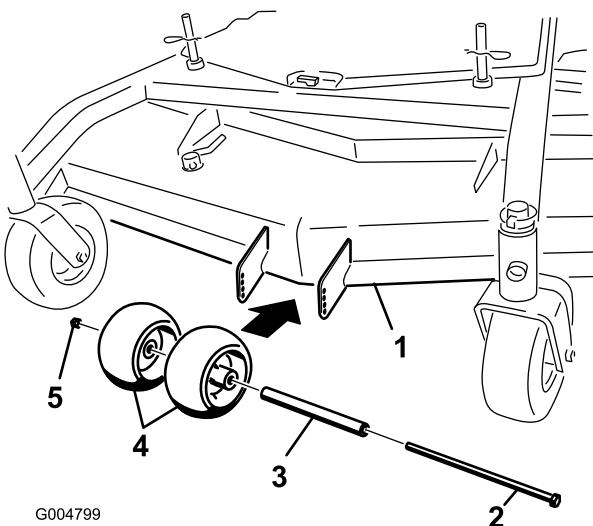
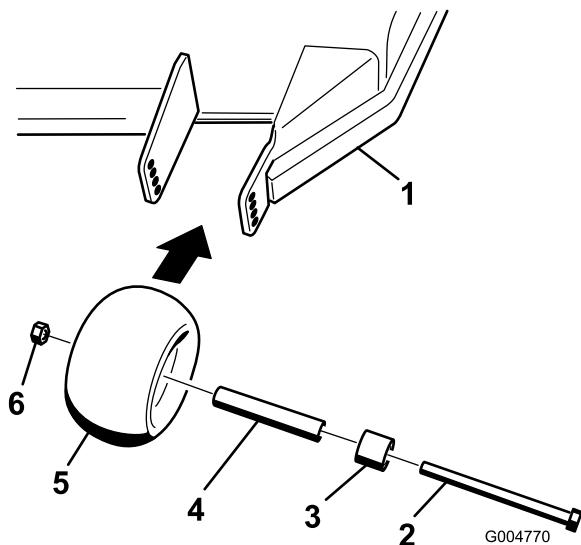
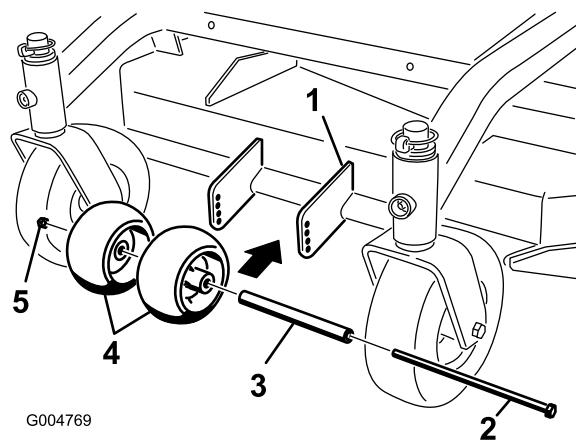

Figure 14
Figure 15
Figure 16
1. Après avoir réglé la hauteur de coupe, vérifiez que les galets anti-scalp procurent une garde au sol minimale de 10 mm (3/8") (Figure 14, Figure 15, Figure 16).
2. Si un réglage est nécessaire, retirez le boulon, les rondelles et l'écrou (Figure 14, Figure 15, Figure 16).
3. Choisissez le trou requis pour que les galets anti-scalp soient à 10 mm (3/8") ou plus du sol (Figure 14, Figure 15, Figure 16).
4. Remettez le boulon et l'écrou (Figure 14, Figure 15, Figure 16).